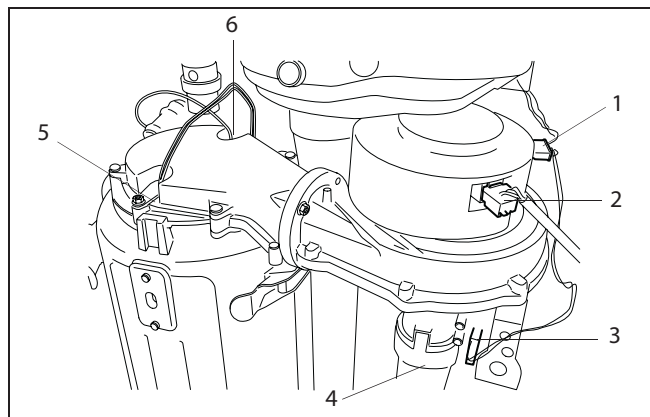

Fig. 41 Distacco dei connettori dall'unità ventilatore blocco gas
- Scollegare i connettori (fig. 41, pos, 1,2 e 3) della valvola del gas e del ventilatore.
- Smontare il tubo di aspirazione dell'aria dal gruppo di miscelazione gas/aria (fig. 41, pos. 4).
- Togliere il connettore dall'elettrodo d'ionizzazione (fig. 41, pos. 6) e della candela ad incandescenza (fig. 41, pos. 5), dopo aver spostato la piastrina di sicurezza esercitando una pressione adeguata.
- Scollegare elettricamente la spina del ventilatore (fig. 41, pos. 1), la linea di comando UBA sul ventilatore (fig. 41, pos. 2) e la valvola del gas (fig. 41, pos. 3).
- Svitare il dado raccordo della valvola del gas (fig. 41, pos. 3).
- Rimuovere la piastrina di sicurezza esercitando una pressione adeguata (fig. 41, pos. 4).
- Togliere il dispositivo d'accensione ad incandescenza (fig. 41, pos. 5) e l'elettrodo d'ionizzazione (fig. 41, pos. 6).